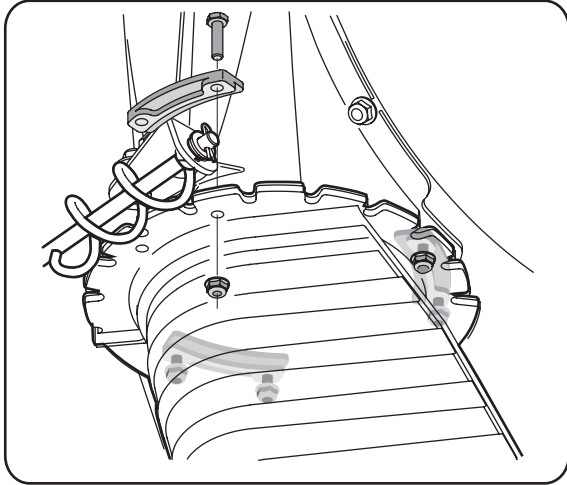

Figure 3-4
- Retirez les contre-écrous et les vis qui maintiennent l'un des guides des collets sur la goulotte. Voir la Figure 3-4.